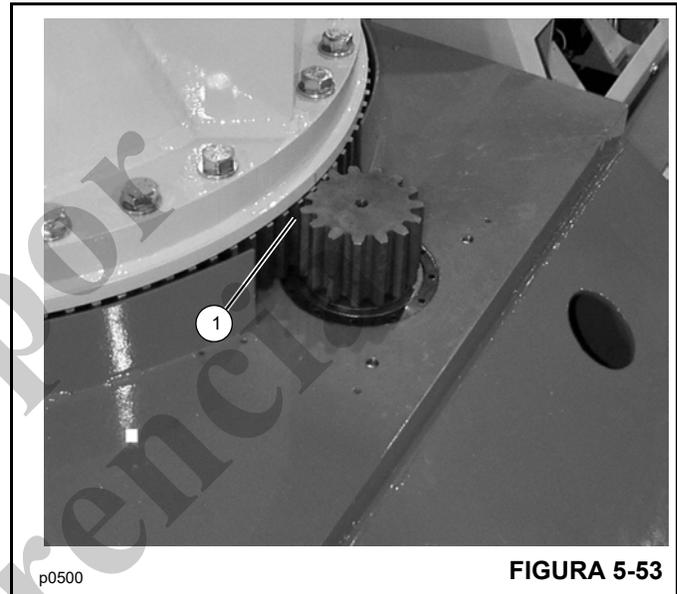

FIGURA 5-53
2. Arranque el motor y gire el mástil hasta que el punto alto de la corona de giro esté alineado con el piñón. El punto alto se encuentra marcado con punzón en el borde de la placa de base del mástil (Figura 5-53).
3. Revise con un calibrador de espesores el juego entre dientes entre la corona y el piñón (1, Figura 5-53). No debe haber espacio entre el diente de la corona de giro y el diente del piñón. Si existe algún espacio, ajuste el juego entre dientes. Vea el *Manual de servicio*.